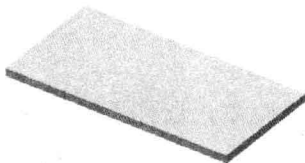
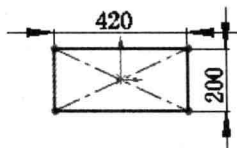

图 1.2 凸台-拉伸 1
图 1.3 横断面草图
Step2. 创建图 1.2 所示的零件基础特征——凸台-拉伸 1。
(1) 选择命令。选择下拉菜单 **插入(I)** → **凸台/基体(B)** → **拉伸(S)...** 命令。
(2) 定义特征的横断面草图。
① 定义草图基准面。选取前视基准面作为草图基准面。
② 定义横断面草图。在草绘环境中绘制图 1.3 所示的横断面草图。